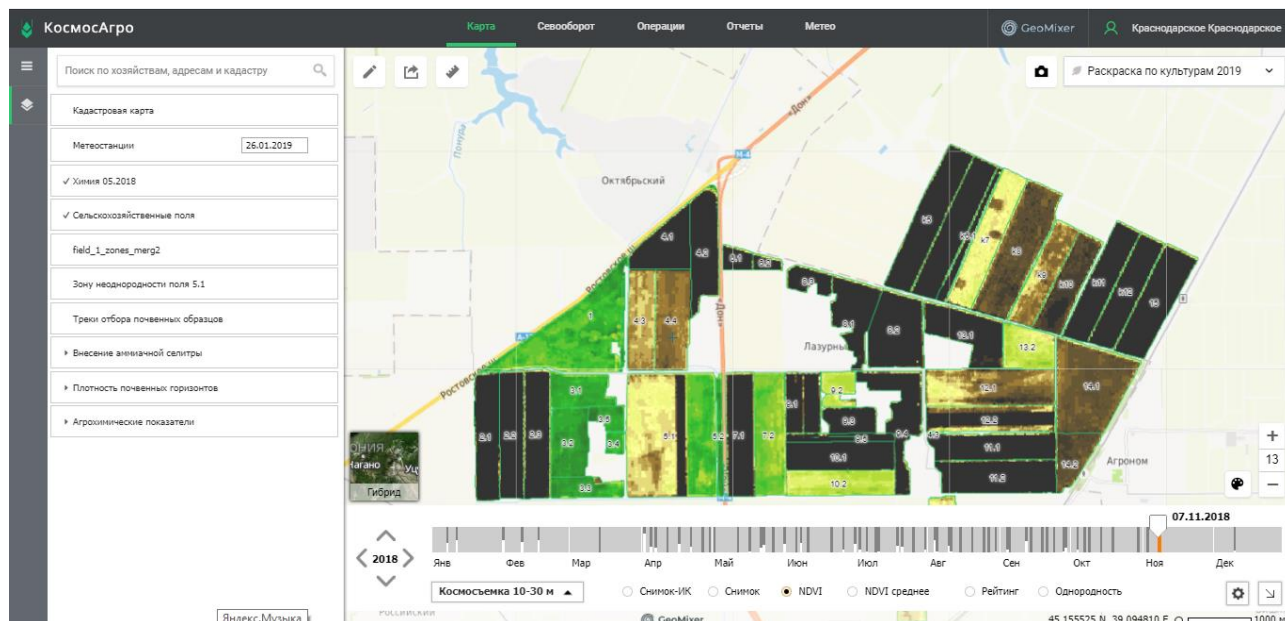

Рисунок 8.13 – Картографические слои
8. Перейдите к вкладке **Картографические слои** в верхней левой части окна. Будут активны вкладки **Кадастровая карта**, **Метеостанции**, **Сельскохозяйственные поля**, **Треки отбора почвенных образцов**, **Внесение аммиачной селитры**, **Плотность почвенных горизонтов**, **Агрохимические показатели** и др. (рисунок 8.13).